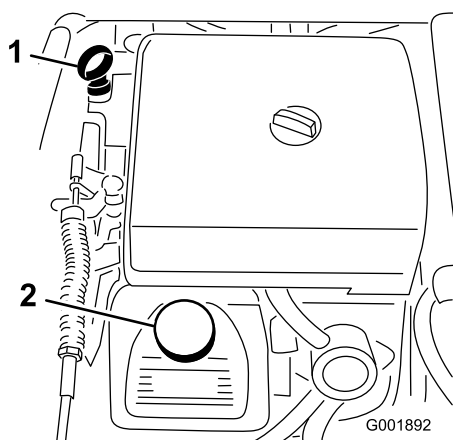

Figura 21
2. Retire a vareta e limpe-a com um pano limpo (Figura 21). Volte a colocar a vareta no tubo e verifique se está completamente introduzida. Retire a vareta e verifique o nível de óleo.
3. Se o nível de óleo estiver baixo, deverá retirar a tampa de enchimento da cobertura da válvula (Figura 21) e deitar óleo na abertura até que o nível suba até à marca "Full" (Cheio) da vareta; consultar a secção Manutenção do óleo do motor, acerca do tipo e viscosidade do óleo. Adicione o óleo lentamente e verifique o nível com alguma frequência durante o procedimento. Não encha demasiado.